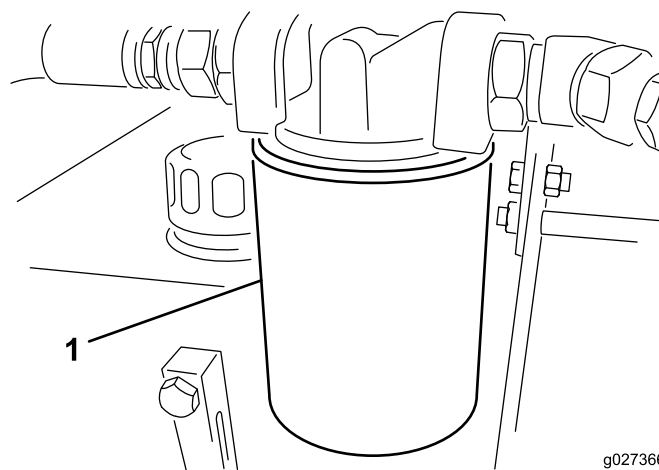

Bild 12
3. Stellen Sie eine Auffangwanne unter den Filter und entfernen den Filter (Bild 12).